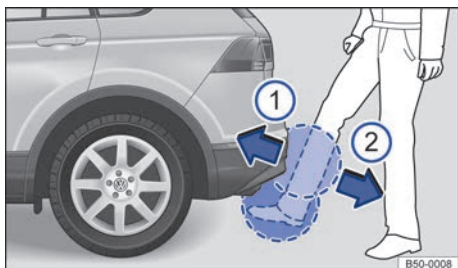

Fig. 77 Portón del maletero con apertura controlada por sensor (Easy Open).
- *Vehículos con el sistema de cierre y arranque sin llave Keyless Access y apertura del portón del maletero controlada por sensor:* El portón se puede abrir moviendo un pie por la zona del sensor situado debajo del paragolpes trasero (Easy Open) → fig. 77.
- Con un movimiento rápido, acerque un pie y la parte inferior de la pierna lo más posible al paragolpes. La parte inferior de la pierna tiene que acercarse a la zona superior del sensor, y el pie, a la zona inferior → fig. 77.
- Retire rápidamente el pie y la parte inferior de la pierna de las zonas del sensor → fig. 77. El portón del maletero se abre automáticamente.